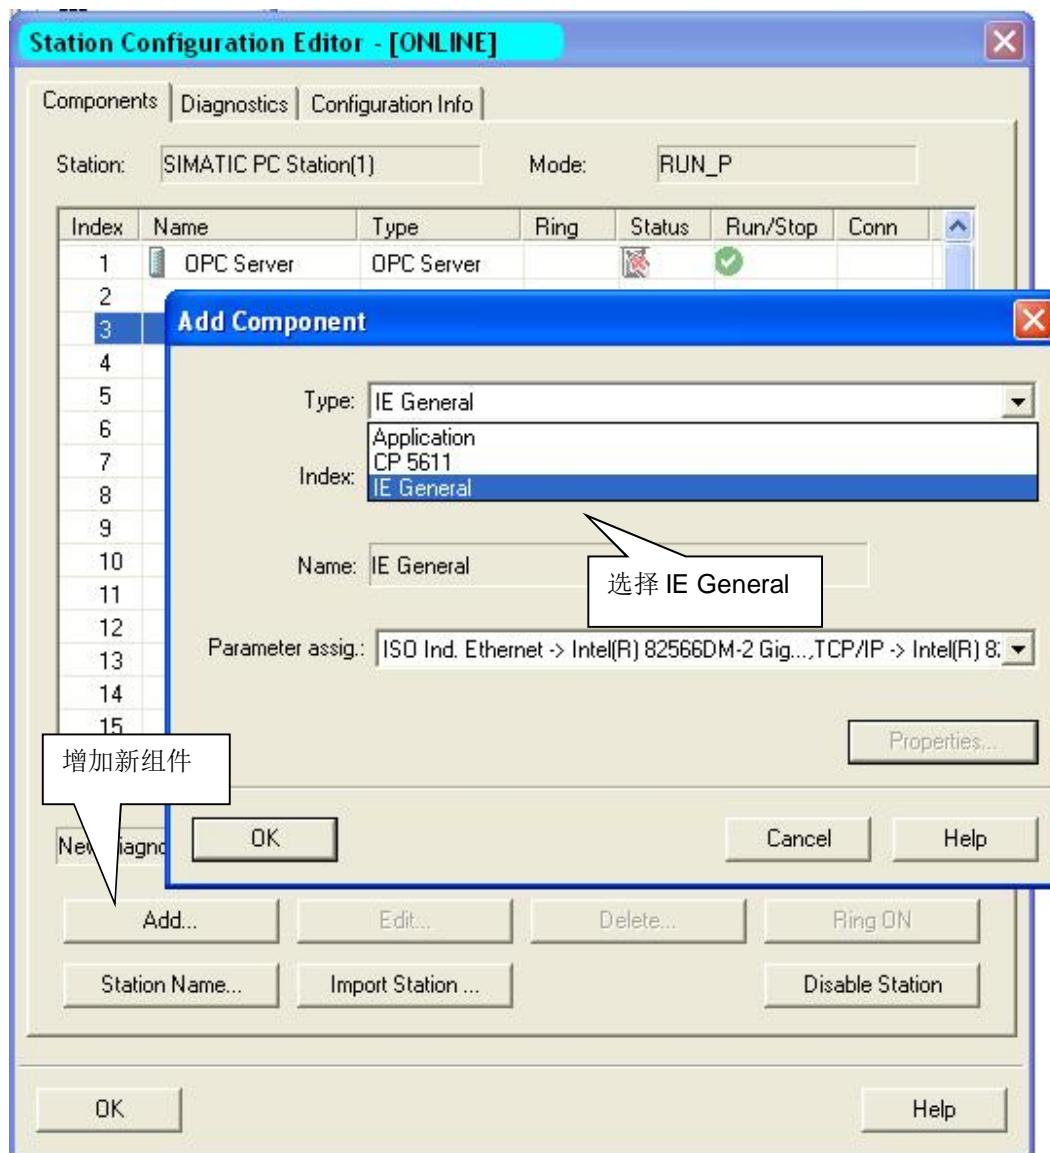

图 7 插入 IE General
③ 选择第三号插槽，点击 Add 按钮或鼠标右键选择添加，在添加组件窗口中选择 IE General，如图 7 所示。